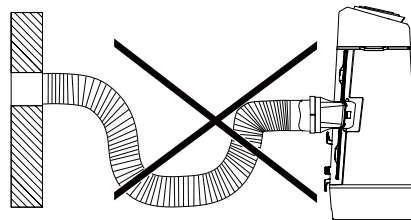

Рис. 7
**Примечание 3:** Воздухоотвод может растягиваться от 38 см в сложенном состоянии до 150 см в растянутом, но предпочтительно оставлять минимально необходимую длину воздухоотвода. Убедитесь также в отсутствии у шланга острых загибов и провисаний (рисунок 7).